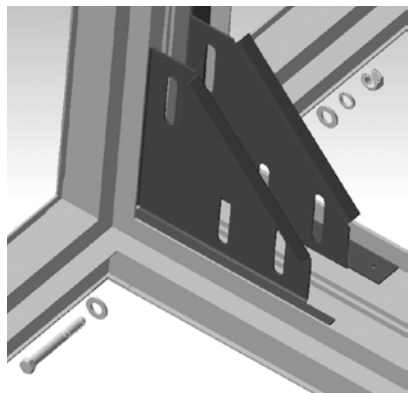

Рис. 6 Крепление секций при помощи внутренних уголков
5. Соединение всех секций в серии EnergoAir производится при помощи внутренних соединительных уголков и наружных межсекционных стяжек. Болтами М10×70 (входят в комплект поставки) соединить секции при помощи предустановленных внутренних соединительных уголков. Под головку болта и гайку подкладываем шайбы. (рис. 6)